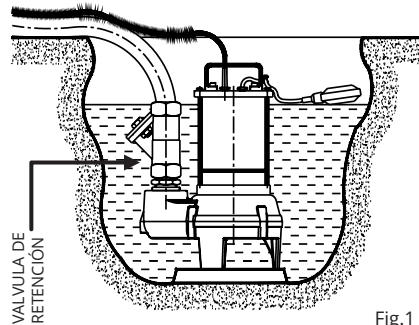

Fig.1
- Si el fondo del pozo o de la superficie sobre la que apoya la bomba es irregular, y existe la posibilidad de que se acumulen piedrecillas, residuos, lodos, etc., realice una base de apoyo regular y realzada (Fig. 1).
- Instale una válvula de retención después de la impulsión de la bomba, (Fig. 1) para evitar el retorno del líquido del colector de desagüe.